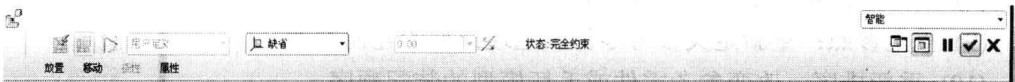

图 1-6 “元素放置”操控板
(3) 在“打开”对话框中选择原始零件的文件后，单击“打开”按钮，参考零件出现在画面上，同时弹出如图 1-6 所示的元素放置对话框。